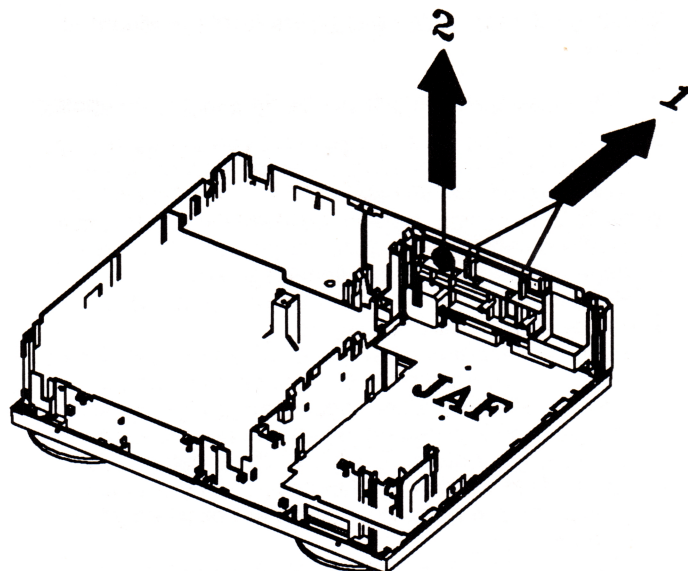

Fig. 8
- Door de achterzijde naar achteren te duwen kan men het in- en uitgangpaneel eruittrekken (zie afb. 8).